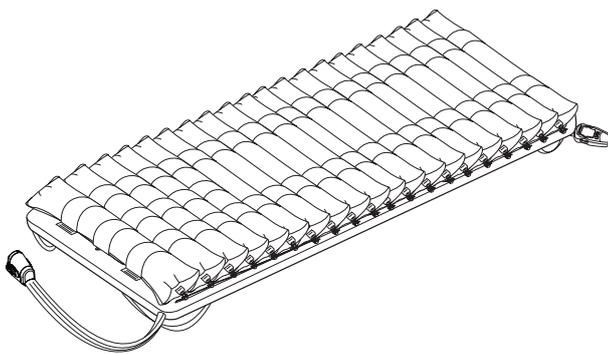

Figura 28
- as células do colchão estão viradas para cima. Consulte a Figura 28